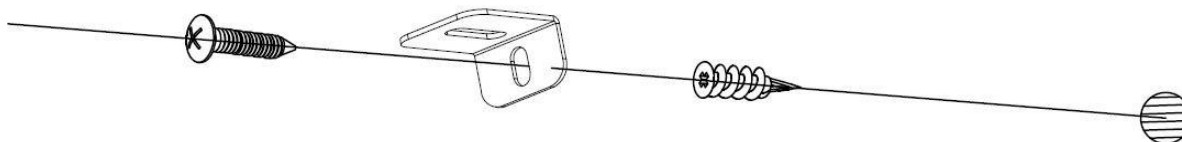

Fig 3-3
C. Installez l'ancrage en plastique (C) dans la cloison sèche, puis installez la vis B (fournie) dans le trou du support en L dans l'ancrage mural pour empêcher le foyer de se détacher des crochets (Fig 3-3).